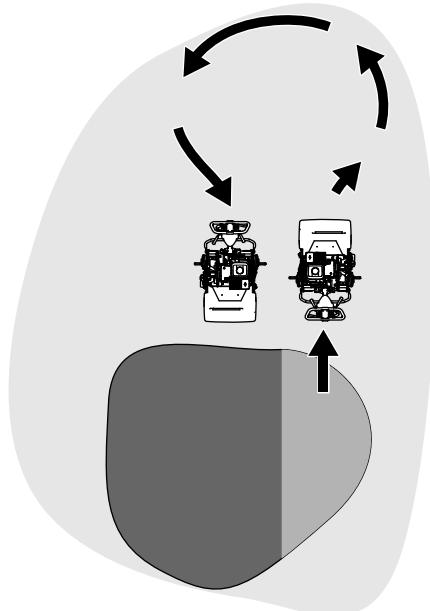

Figure 23
tournant « en goutte d'eau » sur le tambour de déplacement (Figure 23).
1. Localisez le levier d'engagement sur le boîtier de transmission (Figure 23).